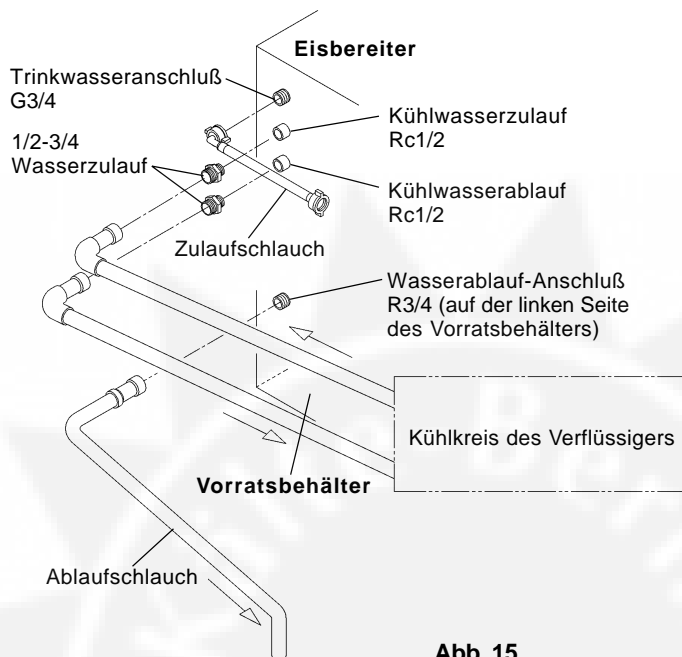

Abb. 15
\* Hoshizaki empfiehlt, wassergekühlte Verflüssiger an ein Kühlsystem mit geschlossenem Kreislauf anzuschließen, welches einen Kühlturm oder Wasserkühler o.ä. benutzt (Siehe Abb. 15 und 16). Das Einfüllen mit Wasser sollte über ein Kugelventil/-unterbrecher Tanksystem reguliert werden.
## [a] Standardanschlüsse entsprechend der WRC-Bestimmungen im Vereinigten Königreich (Abb. 15 und 16)
3) Den grauen, flexiblen Ablaufschlauch (Zubehör) wie in (Abb. 15) gezeigt an den R3/4-Anschluß an der linken Seite des Vorratsbehälters festschrauben, dabei wieder darauf achten, daß der Gummidichtungsring sicher eingepaßt ist. Verbindung von Hand festschrauben. Dieser Schlauch kann zum Abfließen in einen Kanal auf die richtige Länge zugeschnitten werden.
- 5) Mittels eines geeigneten starren Rohrs den Kühlkreislauf des Verflüssigers mit den freien Enden der 1/2-3/4 Wasserzulaufe wie dargestellt (Abb. 15) verbinden.